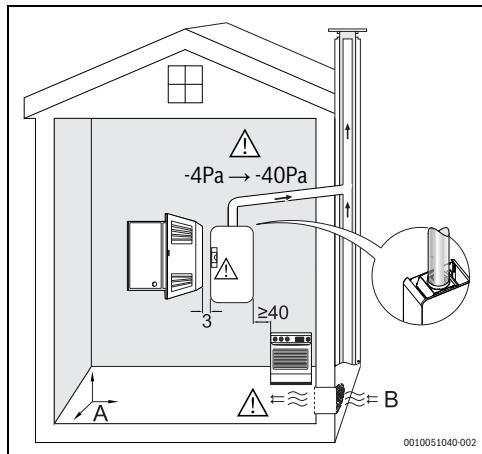

Fig. 11 Requisitos mínimos
- ▶ Respeitar as medidas mínimas de instalação indicadas na Fig. 11.
- ▶ Assegurar o bom acesso nos trabalhos de manutenção, respeitando os requisitos mínimos indicados na Fig. 11.